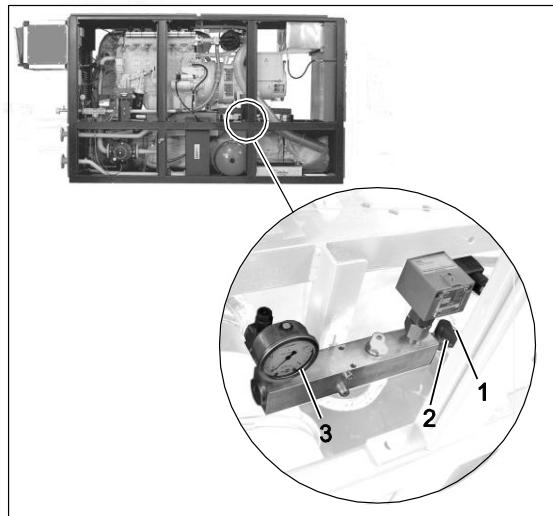

Рис. 1 Заливной патрубок для охлаждающей жидкости двигателя с запорным краном и манометром
- Соединить напорный рукав электрического или ручного насоса с заливным патрубком (Рис. 1, поз. 1).
- Открыть запорный кран (Рис. 1, поз. 2) и медленно залить охлаждающую жидкость до достижения давления прибл. 1 бар.
- Проверить давление заполнения по манометру (Рис. 1, поз. 3)! Давление в холодном состоянии должно находиться в пределах от 1,1 до 1,3 бар.